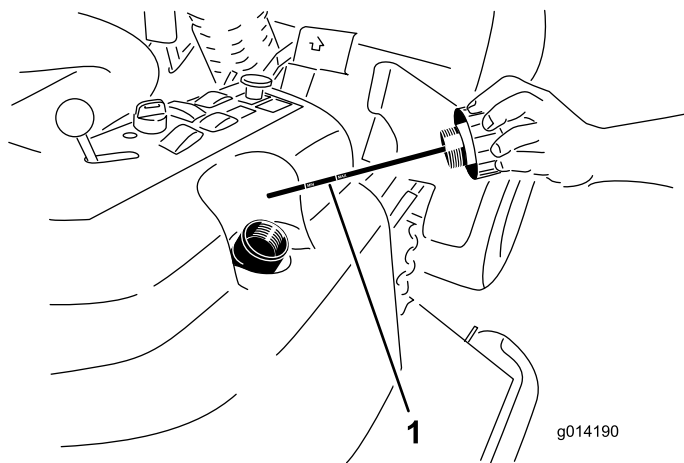

図 62
2. 油圧オイル補給口のキャップ図62を取る。
3. ディップスティックを抜きウェスで一度きれいに拭く(図62)。
4. もう一度首まで完全にねじ込んでから抜き、オイルの量を点検する図62。